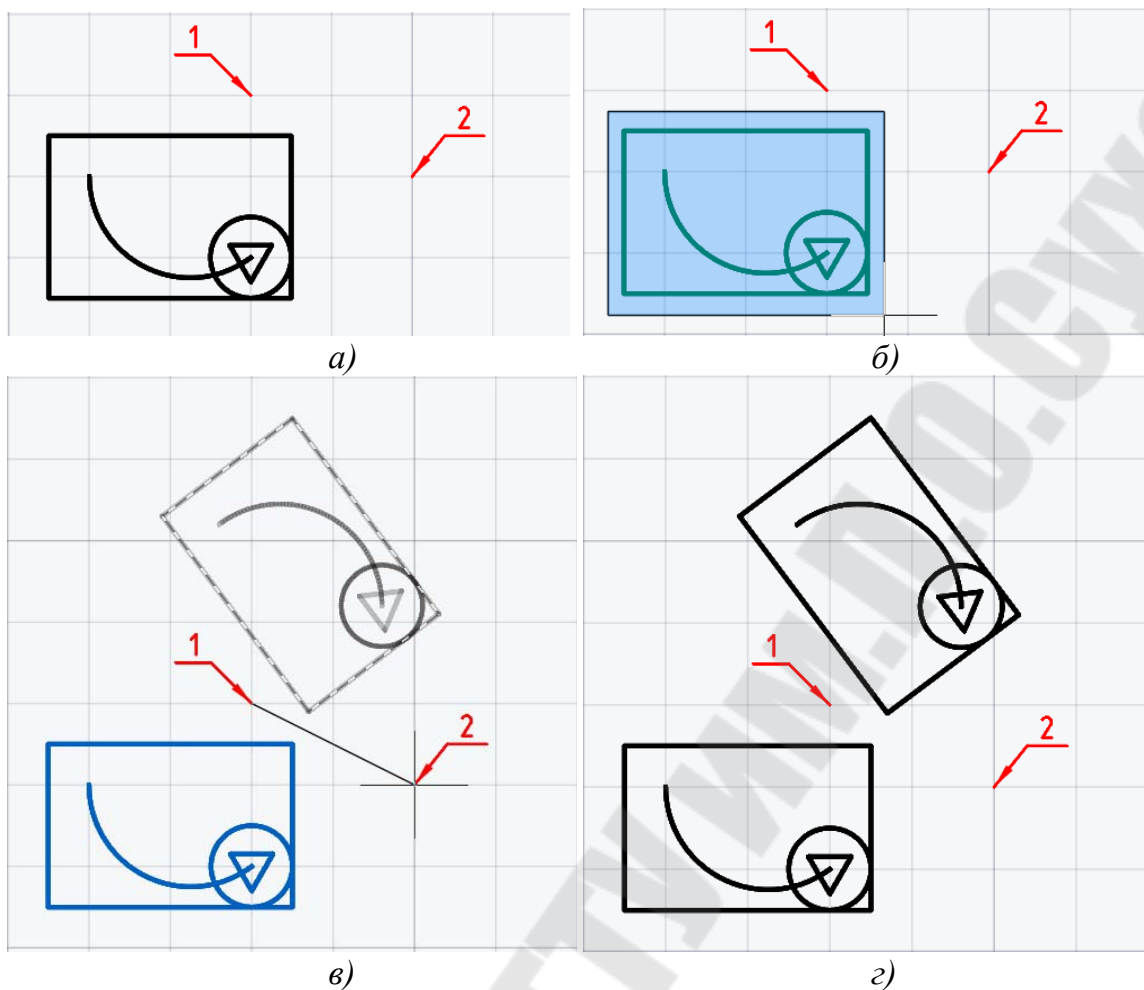

Рис. 3.180 Копирование объектов командой ЗЕРКАЛО:
Пример 18. Построить зеркальную копию группы фигур (рисунок 3.180, а) относительно оси, проходящей через точки (1) и (2), без удаления исходных объектов.